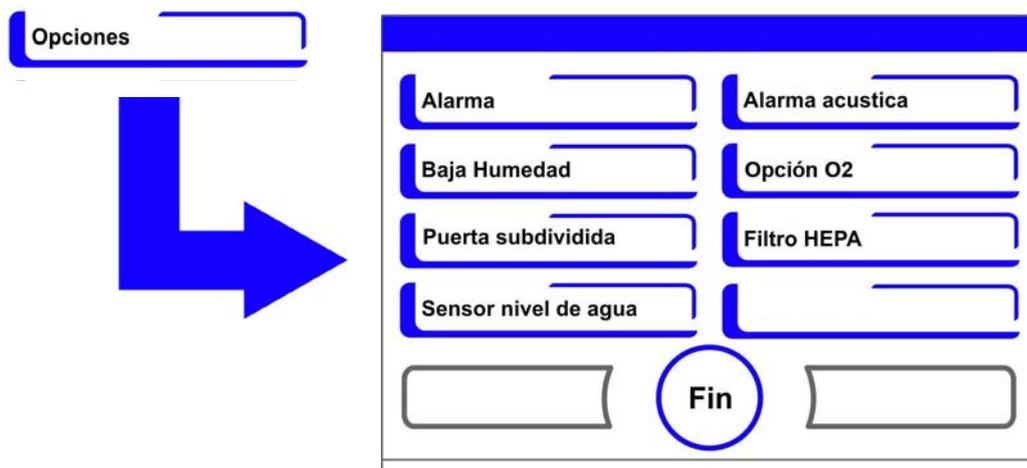

Figura 6-35. Menú de opciones Opciones
El menú de selección **Opciones** (Figura 6-35) permite acceder a los cuadros de ajuste de las opciones funcionales del aparato:
- Se muestra el cuadro de selección de Figura 6-35.